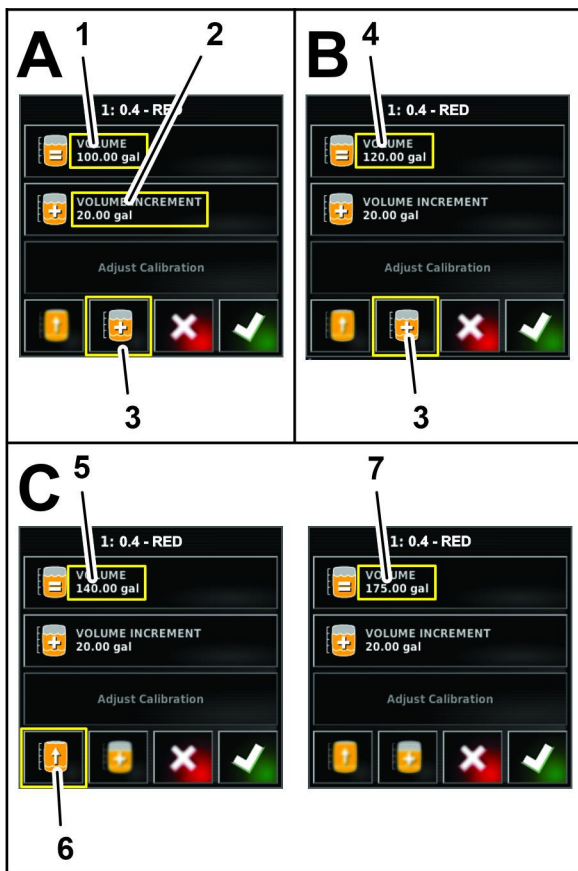

Рисунок 127
4. Если вы постепенно добавляете химикаты в воду, нажмите на значок ШАГА ИЗМЕНЕНИЯ ОБЪЕМА (Рисунок 127).
5. С помощью цифровой клавиатуры на дисплее введите шаг изменения объема материала (например, химикатов, добавляемых в воду), который вы добавляете в бак, и нажмите на значок подтверждения (Рисунок 127).
6. Если вы постепенно добавляете химикаты в воду, залейте материал в бак и нажмите на значок ШАГА ИЗМЕНЕНИЯ ОБЪЕМА МАТЕРИАЛА (Рисунок 127).
7. Если вы заполняете бак материалом или водой полностью, можете нажать на значок ЗАПОЛНЕНИЯ БАКА ДО ПРЕДЕЛА (Рисунок 127).